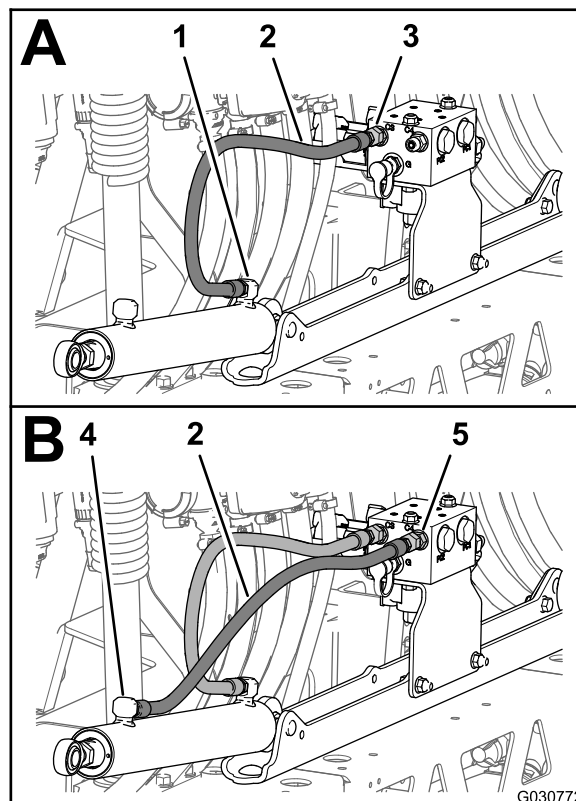
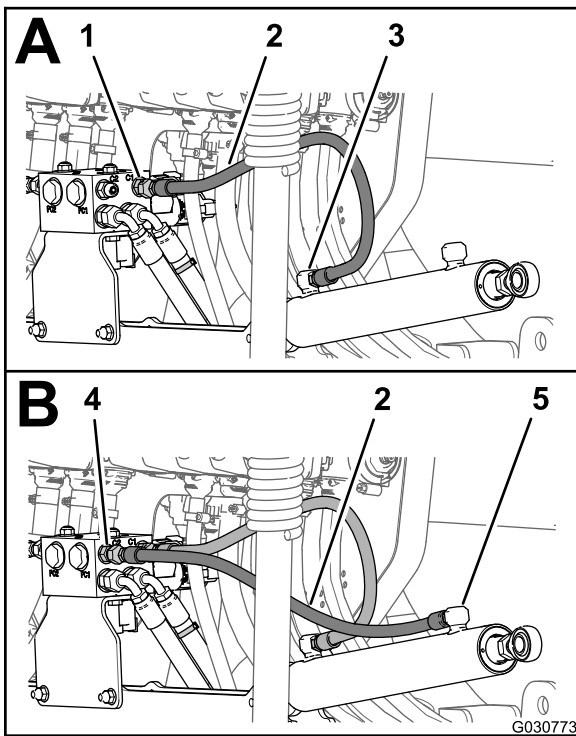

図 95
図 96
1. 左側ブーム昇降シリンダの延長動作用ポートとブーム昇降マニホールドのポート C3 との間に、新しい油圧ホース1/4 x 24-3/4 インチを仮止めする 図 95。
2. 左側ブーム昇降シリンダの収縮動作用ポートとブーム昇降マニホールドのポート C4 との間に、新しい油圧ホース1/4 x 24-3/4 インチを仮止めする 図 95。
3. 右側ブーム昇降シリンダの延長動作用ポートとブーム昇降マニホールドのポート C1 との間に、新しい油圧ホース1/4 x 24-3/4 インチを仮止めする (図 96)。
4. 右側ブーム昇降シリンダの収縮動作用ポートとブーム昇降マニホルドのポート C2 との間に、新しい油圧ホース1/4 x 24-3/4 インチを仮止めする 図 96。
5. 昇降シリンダの延長動作用および収縮動作用のポートのホースフィッティング 図 95 と 図 96 を $2126\text{N}\cdot\text{m}$ $2.12.6\text{kg}\cdot\text{m} = 1519\text{ft}\cdot\text{lb}$ にトルク締めする。
6. 昇降マニホルドのホースのスイベルナット 図 95 と 図 96 を $2430\text{N}\cdot\text{m}$ $2.43.0\text{kg}\cdot\text{m} = 1722\text{ft}\cdot\text{lb}$ にトルク締めする。